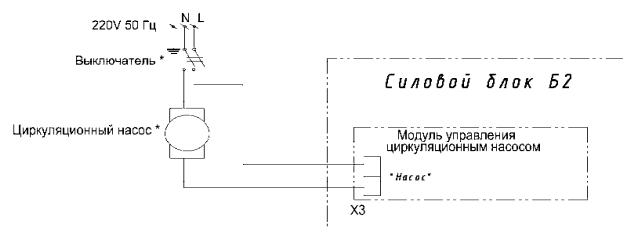

Рис. 6 Схема электрическая подключения циркуляционного насоса
12.3 Подключение модуля необходимо производить по схеме подключения модуля управления циркуляционным насосом, представленной на рис.6